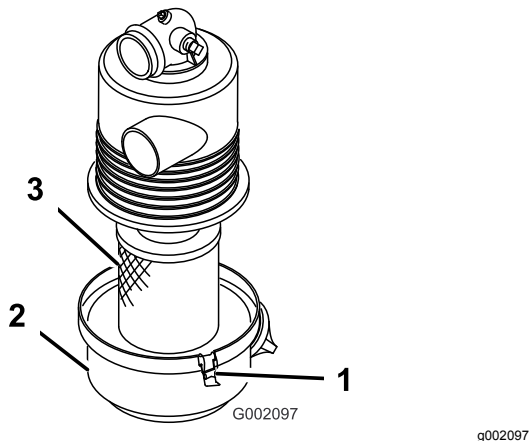

Bild 16
1. Prüfen Sie das Luftfiltergehäuse auf Beschädigungen, die eventuell zu einem Luftleck führen können. Stellen Sie sicher, dass die Abdeckung den gesamten Luftfilterkörper einwandfrei abdichtet (**Bild 16**).
2. Lösen Sie die Riegel, mit denen die Abdeckung des Luftfilters am Luftfiltergehäuse befestigt ist (**Bild 16**).
3. Nehmen Sie die Luftfilterabdeckung vom Luftfiltergehäuse ab und reinigen Sie die Innenseite der Abdeckung (**Bild 16**).
3. Setzen Sie den Luftfiltereinsatz in das Luftfiltergehäuse ein (**Bild 16**).
4. Fluchten Sie die Luftfilterabdeckung mit dem Luftfiltergehäuse aus (**Bild 16**).
5. Befestigen Sie die Abdeckung mit den Laschen am Gehäuse (**Bild 16**).